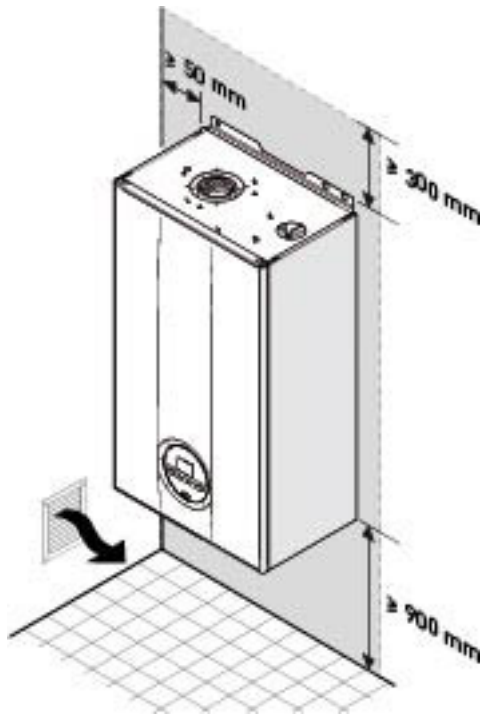

Рис. 11
- При монтаже необходимо учесть расстояния, необходимые для доступа к устройствам безопасности/регулировки и выполнения работ по техническому обслуживанию (см. Рис. 11).